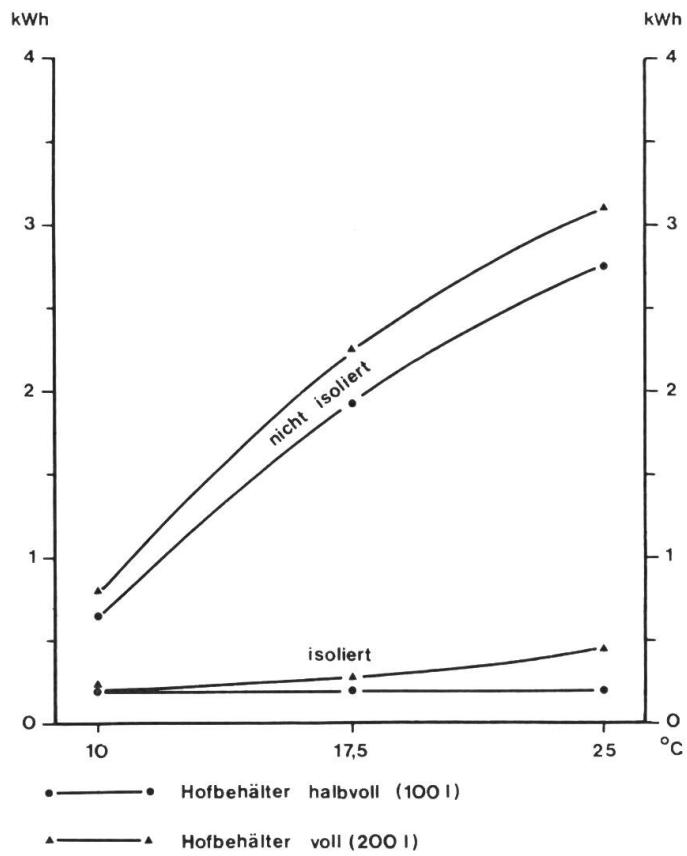

Abb. 26: Einfluss der Isolation auf den Energieverbrauch.
- fehlende oder ungenügende Isolation der Milchbehälter (Abb. 26)